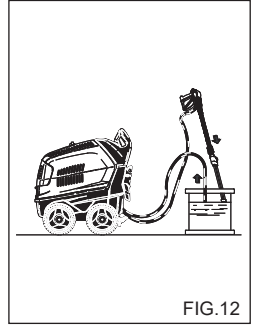

FIG. 12
**JÄÄTYMISENESTOAINEN KÄYTTÄMINEN (Fig. 12).**